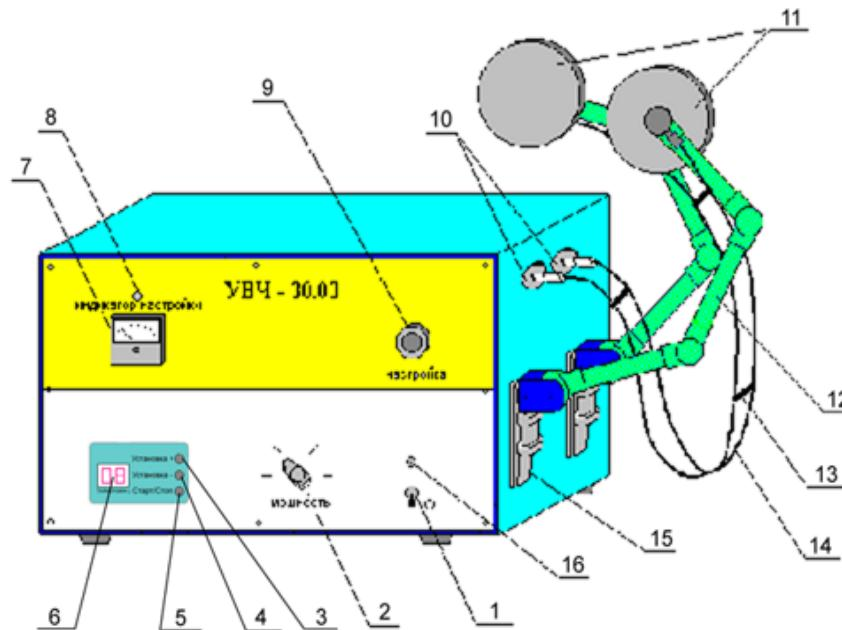

Рисунок 1. Общий вид аппарата для УВЧ-терапии переносный УВЧ-30.03-«НАНЭМА».
- 4.6. На лицевой панели аппарата (рис. 1) расположены:
6.5. Установите тумблер (1) СЕТЬ и ручку переключателя (2) МОЩНОСТЬ в выключенное положение «0» (см. рисунок 1).